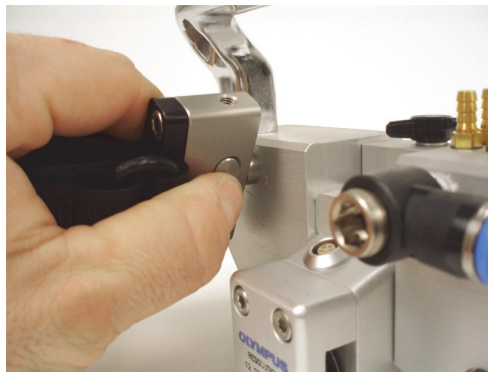

Abbildung 2-8 Befestigung für das Verbindungskabel
1. Drücken Sie auf den Sicherungsstift an der Verbindungsklammer. Bewegen Sie die Montagebohrung über die Befestigung am HSMT-Flex und lassen Sie dann den Stift los (Abbildung 2-8 auf Seite 42).